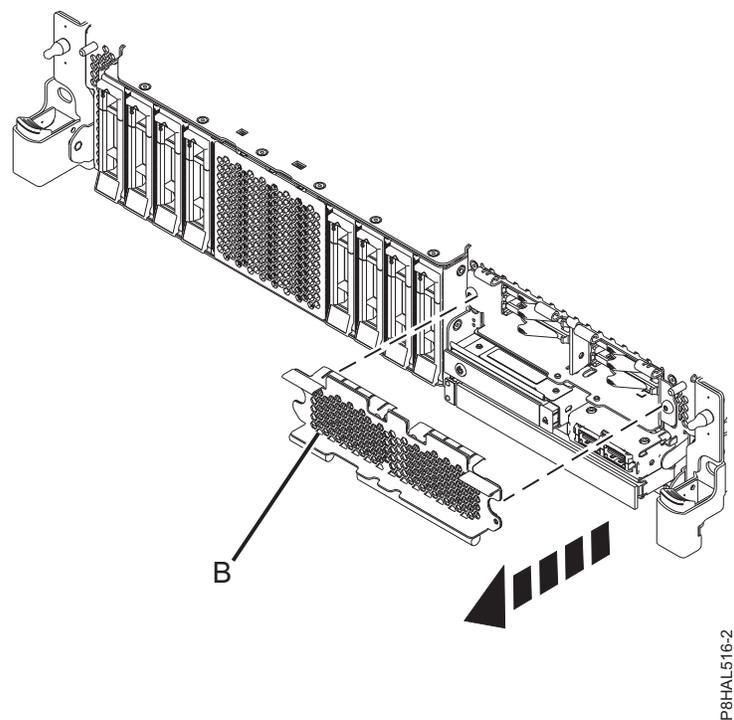

図 91. 拡張機能 システム内の SSD スロットにアクセスするための SSD ケージ・カバーの取り外し
10. SSD スロットにアクセスするために、99 ページの図 91 に示すように SSD ケージを覆っている穴開きプレート (B)を取り外します。